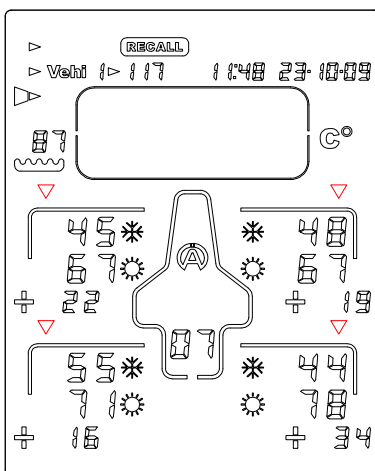

Ilustración 11
5) Pulse el botón  u : el Tyrecontrol muestra la segunda fase de los datos, es decir, las temperaturas exteriores de los neumáticos, antes  y después  del recorrido, y los desvíos (ilustración 11).